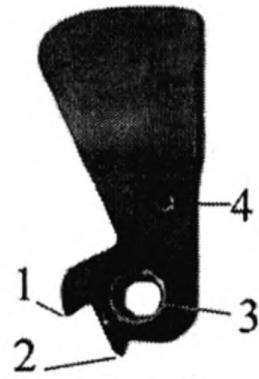

Рис. 23
Курок (рис. 23) служит для нанесения удара по ударнику. Курок имеет цапфу с отверстием для оси (3), выступ боевого взвода (2) и ограничительный выступ (1) для ограничения поворота курка в случае холостого спуска при отделенном от пистолета-пулемета ударно-спусковом механизме. Сзади курок снабжен пазом для переднего конца вилки. В поперечное отверстие запрессован штифт курка (4), выступающий относительно левой и правой плоскостей. С выступающими концами штифта курка взаимодействуют разобщитель и автоспуск, средняя часть штифта служит упором для вилки.